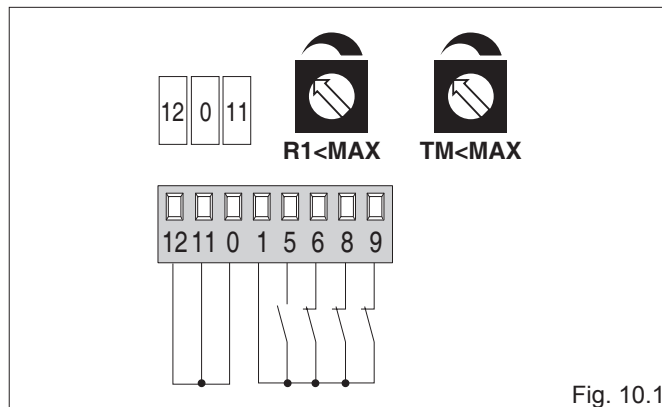

Fig. 10.1
- (Fig. 10.1) La hoja ejerce una presión en los topes mecánicos y se detiene en los obstáculos.